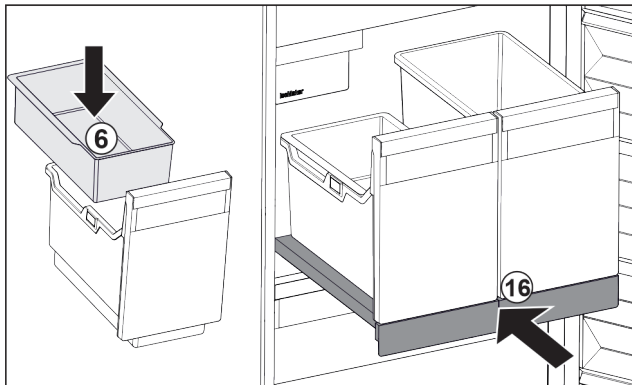

Fig. 101
- ▶ Vsaďte závěsnou misku Fig. 101 (6) pro kostky ledu.
- ▶ Zasuňte vysouvací přihrádku s nádobou (IceTower) Fig. 101 (16)